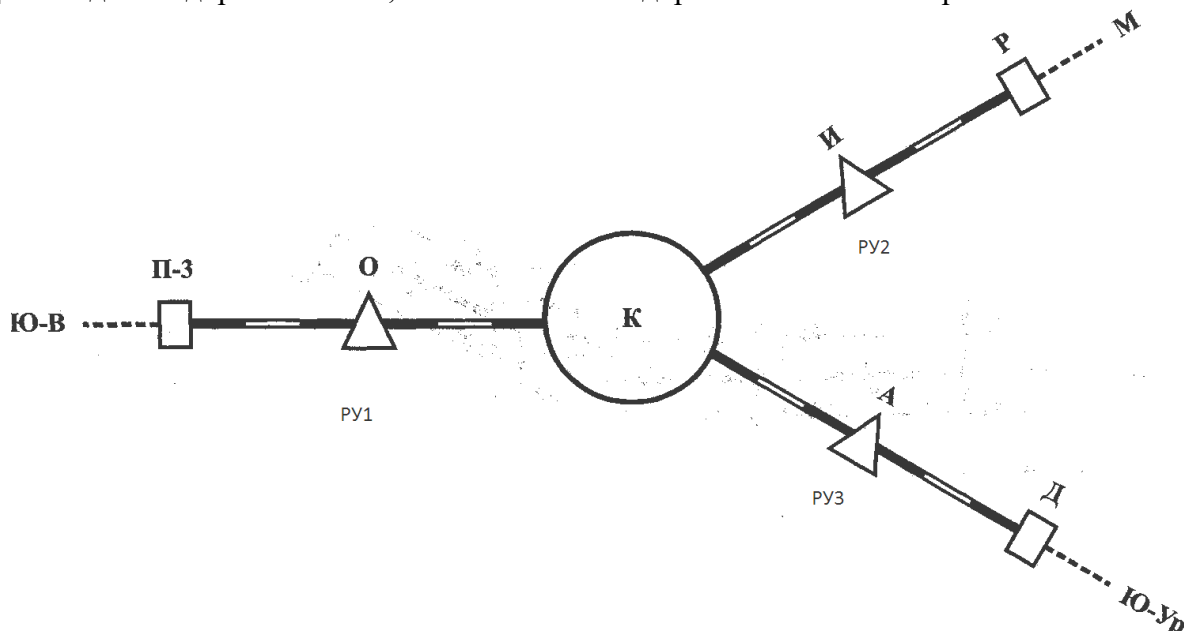

Рис. 1.1
1. Дорога К состоит из трех регионов управления (РУ1, РУ2, РУ3) и имеет междорожные стыки П-3, Р, Д с соседними дорогами Ю-В, М и Ю-Ур. Схема дороги К показана на рис. 1.1.